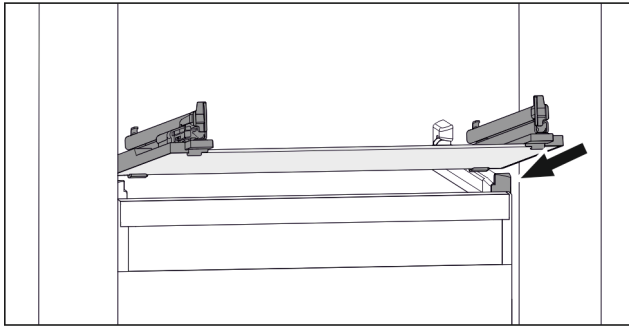

Fig. 154 Eksempel på fremstilling av glassplaten
- ▶ Sett glassplaten på skrå bak stopperne. (se Fig. 154)